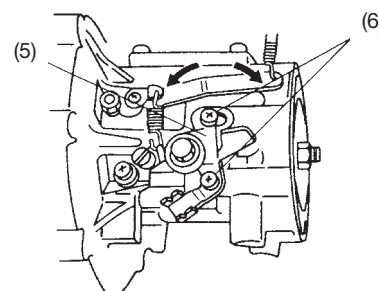

Fig. 12C
- 2) Per regolare il regolatore, allentate le viti (6) che mantengono il gruppo della leva di controllo (5) al carter e spostate il gruppo a sinistra o a destra per ottenere la velocità massima di 6500 giri al minuto. (Lo spostamento del gruppo della leva di controllo a sinistra fornisce un regime di giri al minuto maggiore, mentre lo spostamento a destra fornisce un regime di giri al minuto minore.) (Fig. 12C)